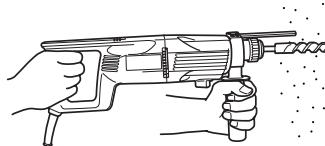

Fig. 7
- (1) Monter le foret de perçage.
- (2) Tirer l'interrupteur de déclenchement après avoir appliqué la pointe du foret sur la position de perçage désirée. (Fig. 7)
- (3) Il n'est pas du tout nécessaire d'appliquer une forte pression sur le marteau rotatif. Il suffit d'appliquer une légère pression de manière à ce que la poussière et les éclats soient déchargés progressivement.
- Quand le foret de perçage touche une poutre en fer, la mèche s'arrête immédiatement et la perceuse réagit en tournant. Par conséquent, tenir fermement la poignée principale et la poignée latérale, comme indiqué à la Fig. 7.